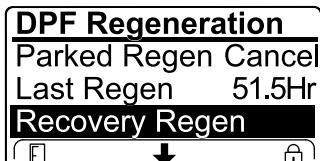

Figura 60
- Si el ordenador del motor no ha solicitado una regeneración de recuperación y se desplaza hasta la opción RECOVERY REGEN (Regeneración de recuperación), la regeneración de recuperación se bloquea y aparece el ícono del candado (Figura 60) en la esquina inferior derecha del InfoCenter.